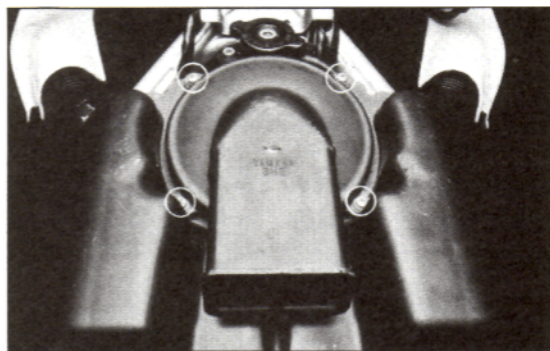

Bild 48
- Vier Kreuzschlitzschrauben des Luftfilterdekels entfernen und Filterelement entnehmen. Siehe Bild 48.